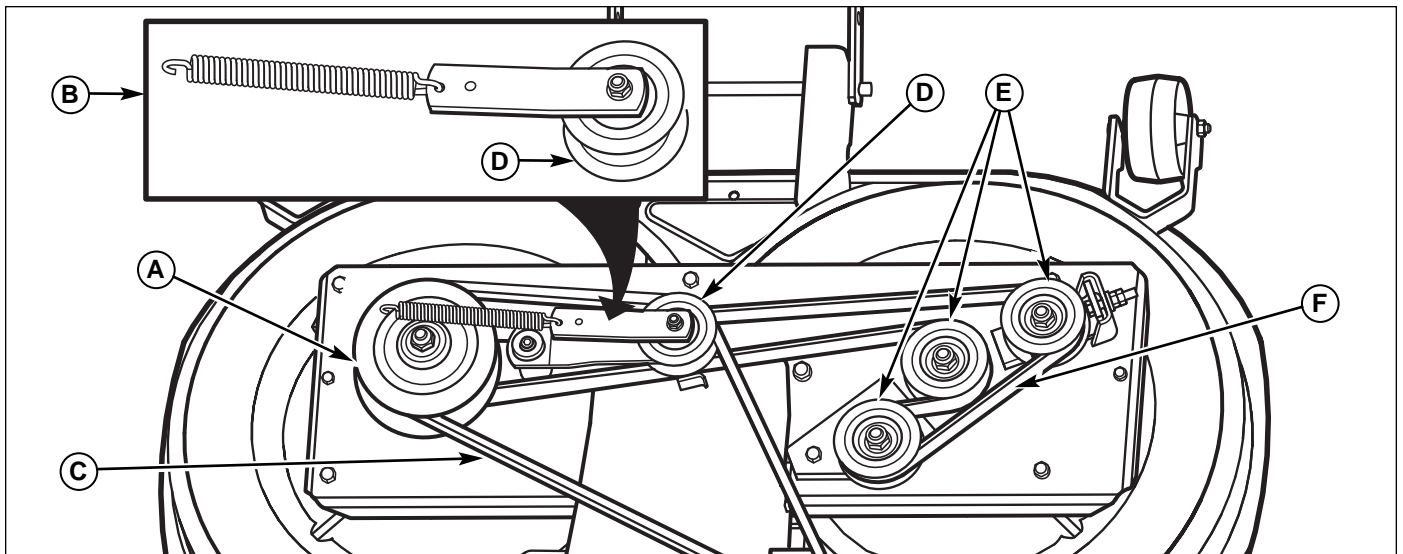

Figure 41. Remplacement de la courroie de la tondeuse
3. Déposer le couvre-courroie pour exposer la poulie de PDF (A, Figure 41).
4. Déposer l'ensemble de renvoi (B) et la courroie d'entraînement de l'arbre de la tondeuse (C).
5. Déposer la poulie de PDF (A) et la poulie folle (D) du couvre-courroie.
6. Déposer le couvre-courroie de la tondeuse pour accéder aux poulies (E) et à la courroie (F) de la tondeuse.
7. Déposer la courroie usagée et la remplacer par une courroie neuve. Router la courroie comme montré dans la Figure 41.